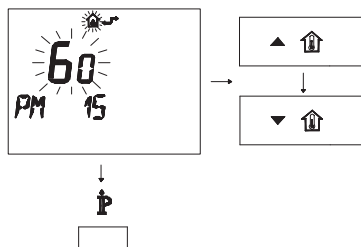

Figura 5.34
- Modificare il SET programmato agendo sui pulsanti **▲** o **▼** fino a visualizzare un **set di 60**, aspettare che il numero programmato cominci a lampeggiare (Figura 5.34)